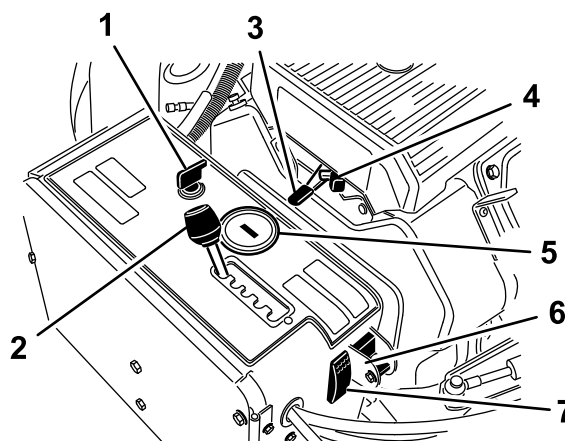

Figura 12
Utilizați comutatorul de contact (Figura 12) pentru a porni sau a opri maina. Comutatorul are 3 poziții:
Deplasai maneta de distanțare a aeratorului (Figura 12) la distanța dorită dintre orificii sau la T pentru transport.
Utilizați maneta de accelerație (Figura 12) pentru a controla turaia motorului. Deplasarea manetei de accelerație spre înainte mărește turaia motorului (poziție pentru deplasare RAPIDĂ); deplasarea spre spate scade turaia motorului (poziție pentru deplasare LENTĂ). Turaia motorului reglează viteza capului de carotaj și controlează viteza de deplasare a mainii.
- Când motorul se oprește, contorul orar/tahometrul (Figura 12) afișează numărul de ore în care a funcționat motorul.
Utilizai ocul la pornirea motorului rece (Figura 12).
Rotii comutatorul în poziția în jos pentru a dezactiva funcția TrueCore (Figura 12). Îndepărtați urubul pentru a accesa comutatorul manual de urmărire contur sol.
Apăsai comutatorul de resetare a sistemului (Figura 12) pentru a ridica capul de carotaj dacă maina este dezactivată (de exemplu dacă rămâne fără combustibil).